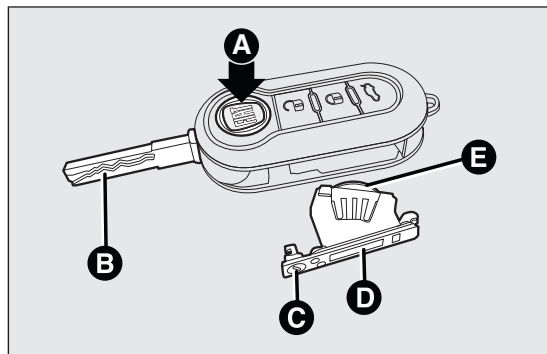

fig. 5
- ☐ pulsar el botón A fig. 5 y colocar la pieza metálica B fig. 5 en posición de apertura;
- ☐ girar el tornillo C fig. 5 a  utilizando un destornillador de hoja fina;
- ☐ extraer el compartimiento portabatería D fig. 5 y sustituir la pila E fig. 5 respetando la polaridad;